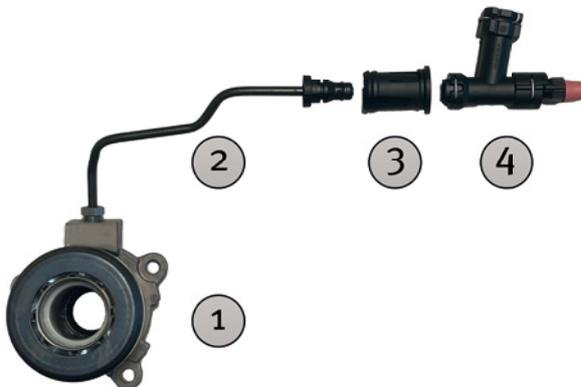

Bild 1: Bauteile ausbauen und fachgerecht entsorgen
**Bild 1:** Alten Zentralausrücker (1), angeschlossene Leitung (2), die Kunststoffhülse (3) für die Durchführung der Leitung durch das Getriebegehäuse und den Adapter (4) entfernen und fachgerecht entsorgen.